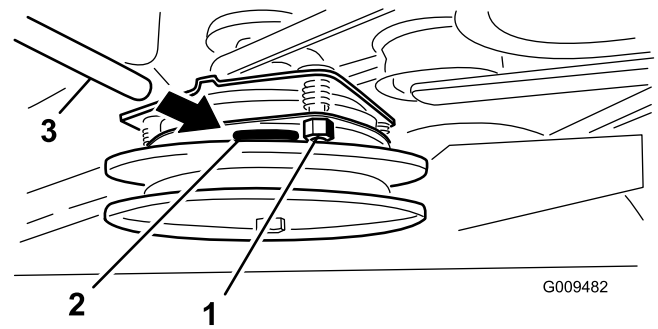

Bild 60
3. Ziehen Sie die Sicherungsmuttern fest, bis die Fühlerlehre etwas fest sitzt, jedoch leicht bewegt werden kann (Bild 60).